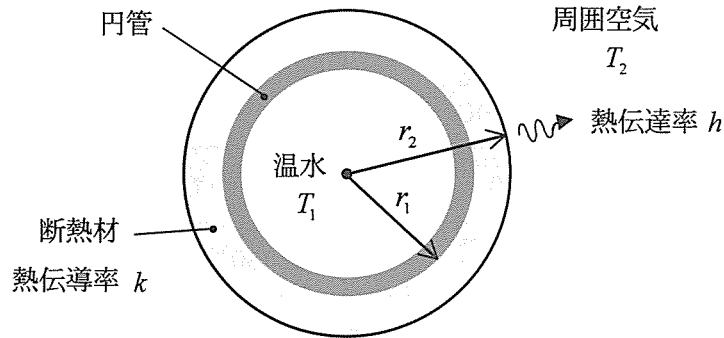

図1
(3) 図1のように、内部に温度 T_1 の温水が流れる外半径 r_1 で長さ L の円管があり、その周りに外半径 r_2 で熱伝導率 k の断熱材が巻かれている。断熱材の外周側から温度 T_2 の周囲空気へ対流熱伝達による放熱があり、その熱伝達率は h である。なお、円管内から断熱材内表面までの熱抵抗は十分に小さいものとして無視し、円管外表面温度は T_1 で均一とする。